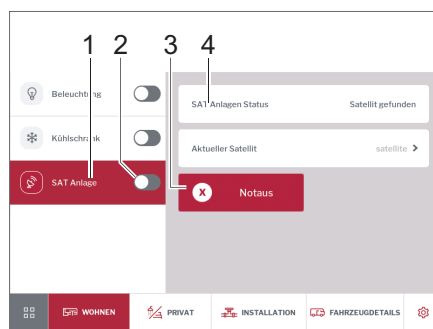

Fig. 283 Impianto satellitare
- Accendere o spegnere (Fig. 283,2) l'impianto satellitare con l'interruttore a scorrimento.
- Digitare il pulsante *Impianto SAT* (Fig. 283,1). Il satellite selezionato viene visualizzato (Fig. 283,4).
- Digitare il pulsante *Arresto di emergenza* (Fig. 283,3), se l'impianto incontra una resistenza.